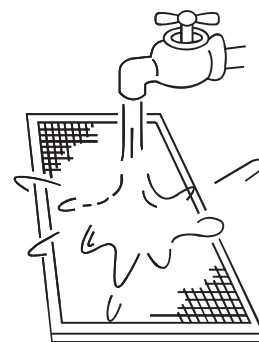

Рис. 6-4
- При мойке водой наружная сторона фильтра должна быть обращена вниз (см. рис. 6-4).